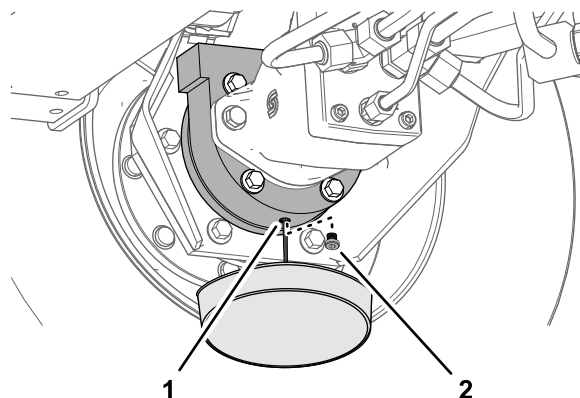

Figura 75
- Amplasai o tavă de golire sub carcasa frânei, îndepărtați buoul de golire i lăsați uleiul să se scurgă complet (Figura 75).